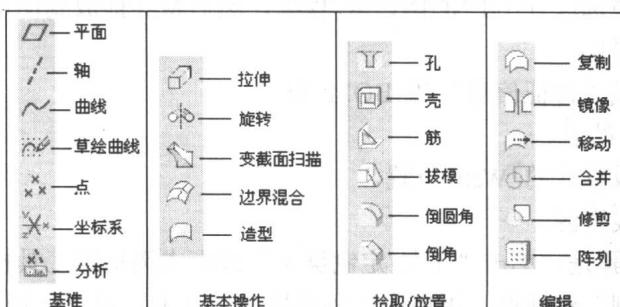

图 1-2-5 特征工具栏
- (4) 特征工具栏：工具栏中各按钮的含义如图 1-2-5 所示。